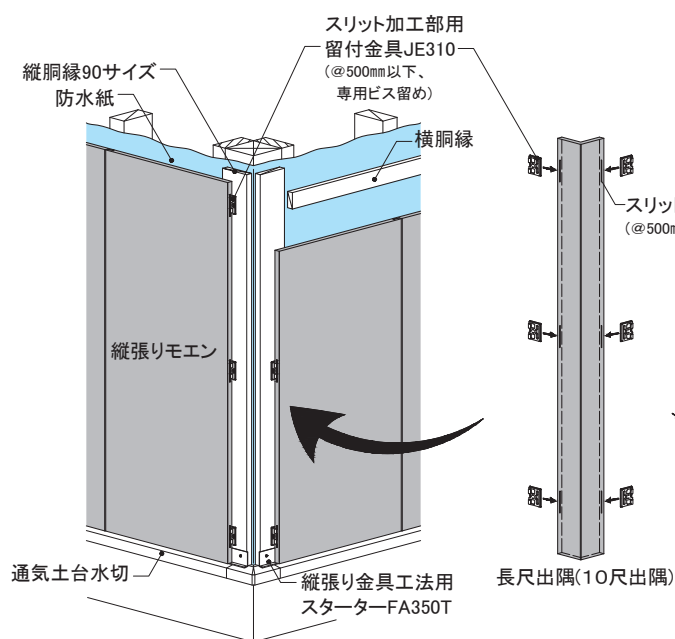

図1 モエン本体縦張り
●縦胴縁とし、幅90mm以上を使用します(図1、2)。
- スリット加工間隔＝金具留付間隔は、500mm以下とします(図1)。
- 長尺出隅同様に、スリット加工を施し、スリット加工部用留付金具JE310にて留め付けます(図1)。